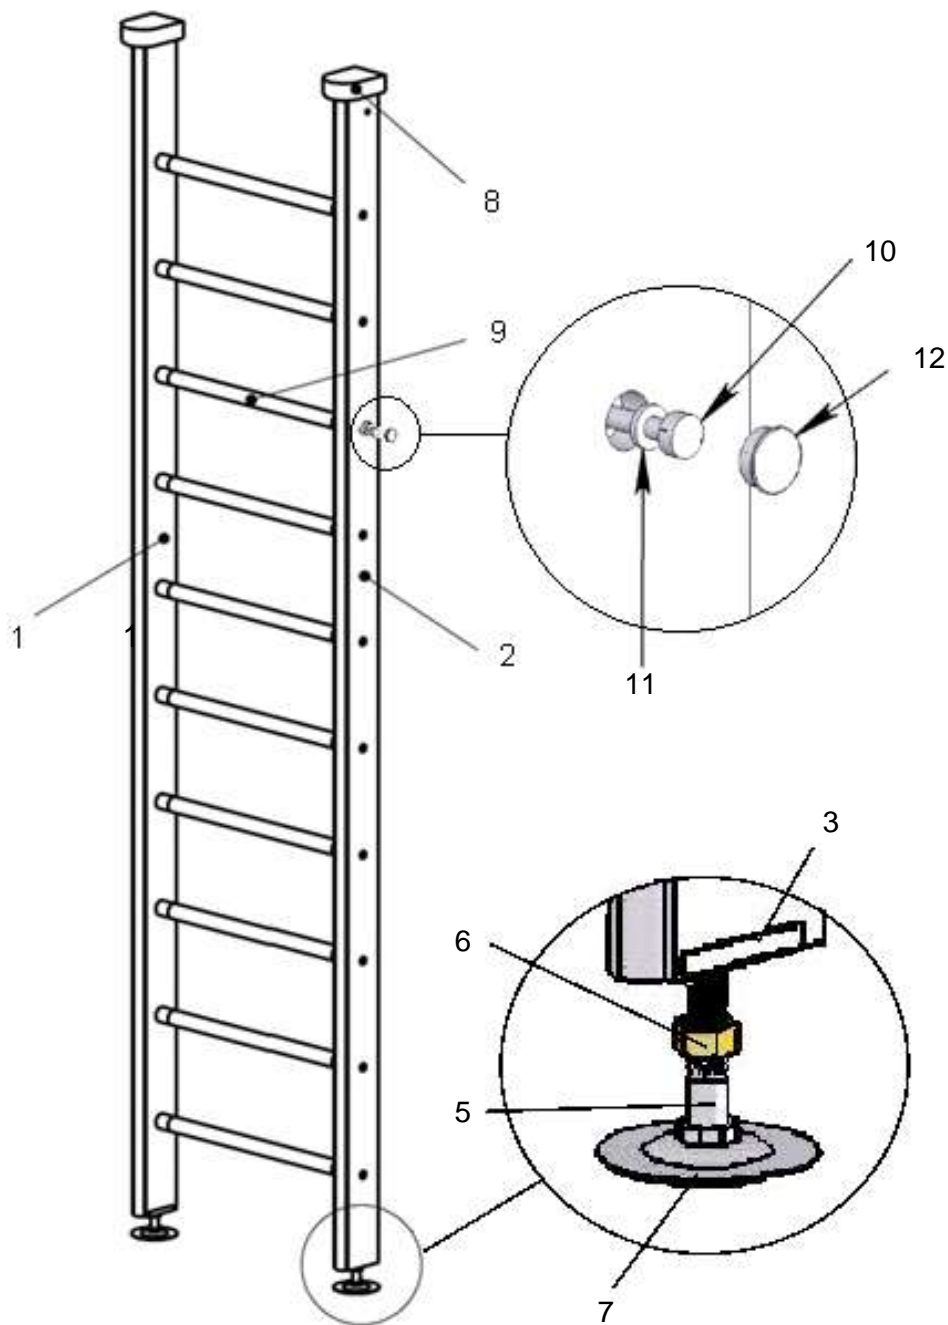

рисунок 1
4.2. Измерить высоту помещения на месте предполагаемой установки Комплекса. Из размера высоты помещения вычесть 7 см и величину полученного результата нанести на вертикальные *стойки* (№№1,2) (рис.1). Разметку вести с нижнего торца, на котором имеется осевое отверстие. Проверить правильность разметки. Отпилить верхние концы стоек по сделанной разметке перпендикулярно боковым сторонам.